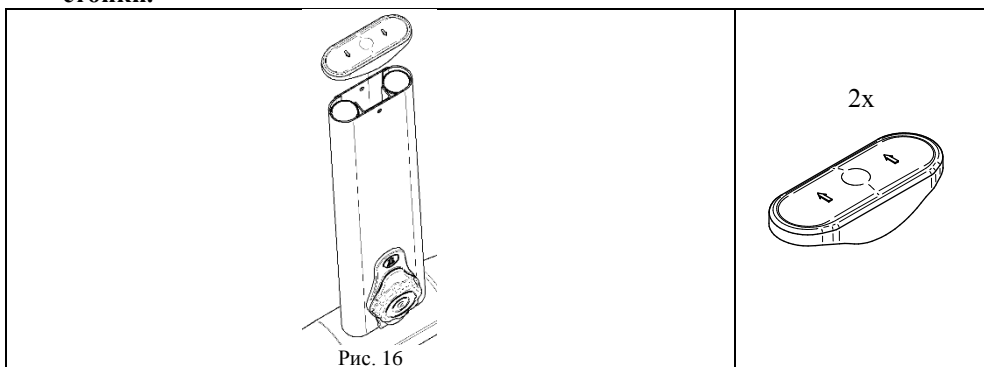

Рис. 16
5.2.3. На кожух левой и правой стойки (поз. 1 и 2, упаковочное место 2) сверху надеть крышку кожуха (поз. 1, пакет №7а) до упора, (см. рис. 16).